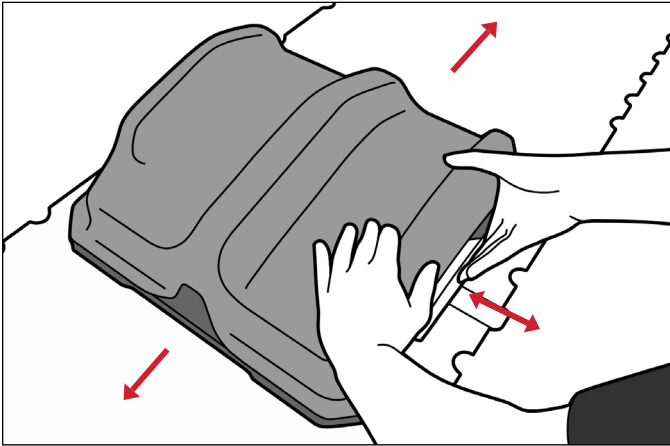

Fig. 9
5. Ajuste el soporte de rodillas en dirección superior/inferior tirando o empujando del bloqueo deslizante. Asegúrese de que el bloqueo deslizante ha quedado acoplado por completo y de que la posición deseada está alineada con la barra de posicionamiento. (Figs. 9 y 10)